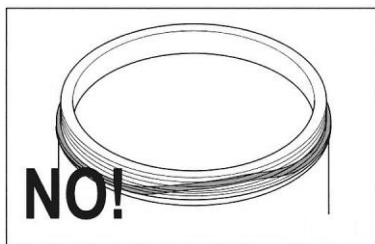

Fig. 32
2. La fig. 32 mostra una guarnizione montata male; in questo caso la guarnizione NON è distribuita perfettamente su tutto il bordo del contenitore.